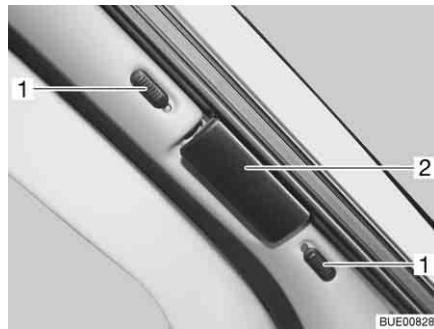
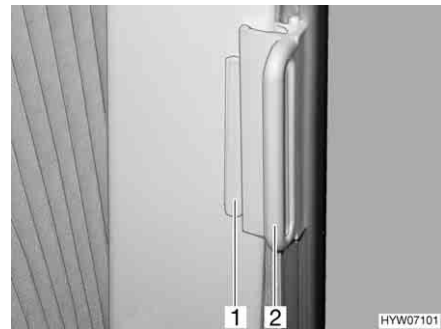

Fig. 63 Dispositif occultant plissé pour le pare-brise
Fig. 64 Dispositif occultant plissé pour les fenêtres côté conducteur et passager
- Pousser les boutons de verrouillage du dispositif occultant plissé pour le pare-brise (Fig. 63,1) vers le bas ou vers le haut. Si le point rouge est visible, le dispositif de verrouillage est ouvert.
- Saisir les dispositifs occultants plissés par la poignée (Fig. 63,2 et Fig. 64,2) et tirer avec précaution jusqu'à ce que le blocage magnétique les maintienne fermés.
- Pousser, sur les dispositifs occultants plissés pour les fenêtres côté conducteur et côté passager, la poignée (Fig. 64,2) sur la pièce de fixation (Fig. 64,1). Le dispositif occultant plissé est bloqué.